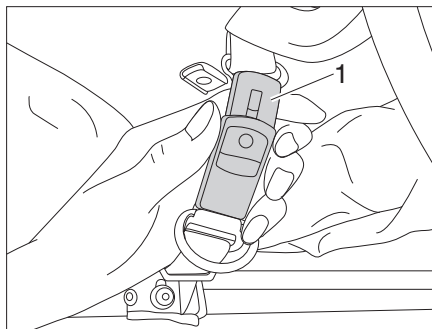

Bild 32 Sicherungsgurt öffnen
- Sicherungsurte (Bild 32,1) öffnen.
- Sicherungsgurte (Bild 32,1) schließen.